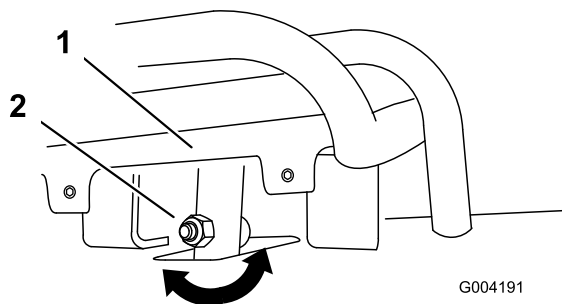
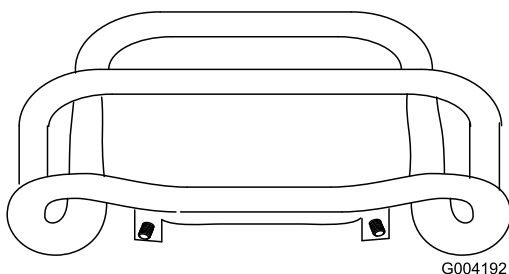

Figure 49
Figure 50
4. Si l'avant de la commande de déplacement n'est pas d'équerre et de niveau avec la barre de référence, desserrez l'écrou et le boulon à embase de la tige de la commande de déplacement (Figure 49).
5. Réglez la commande de déplacement de sorte qu'elle soit de niveau et en appui contre la barre de référence lorsqu'elle est tirée tout droit en arrière (Figure 49 et Figure 50).